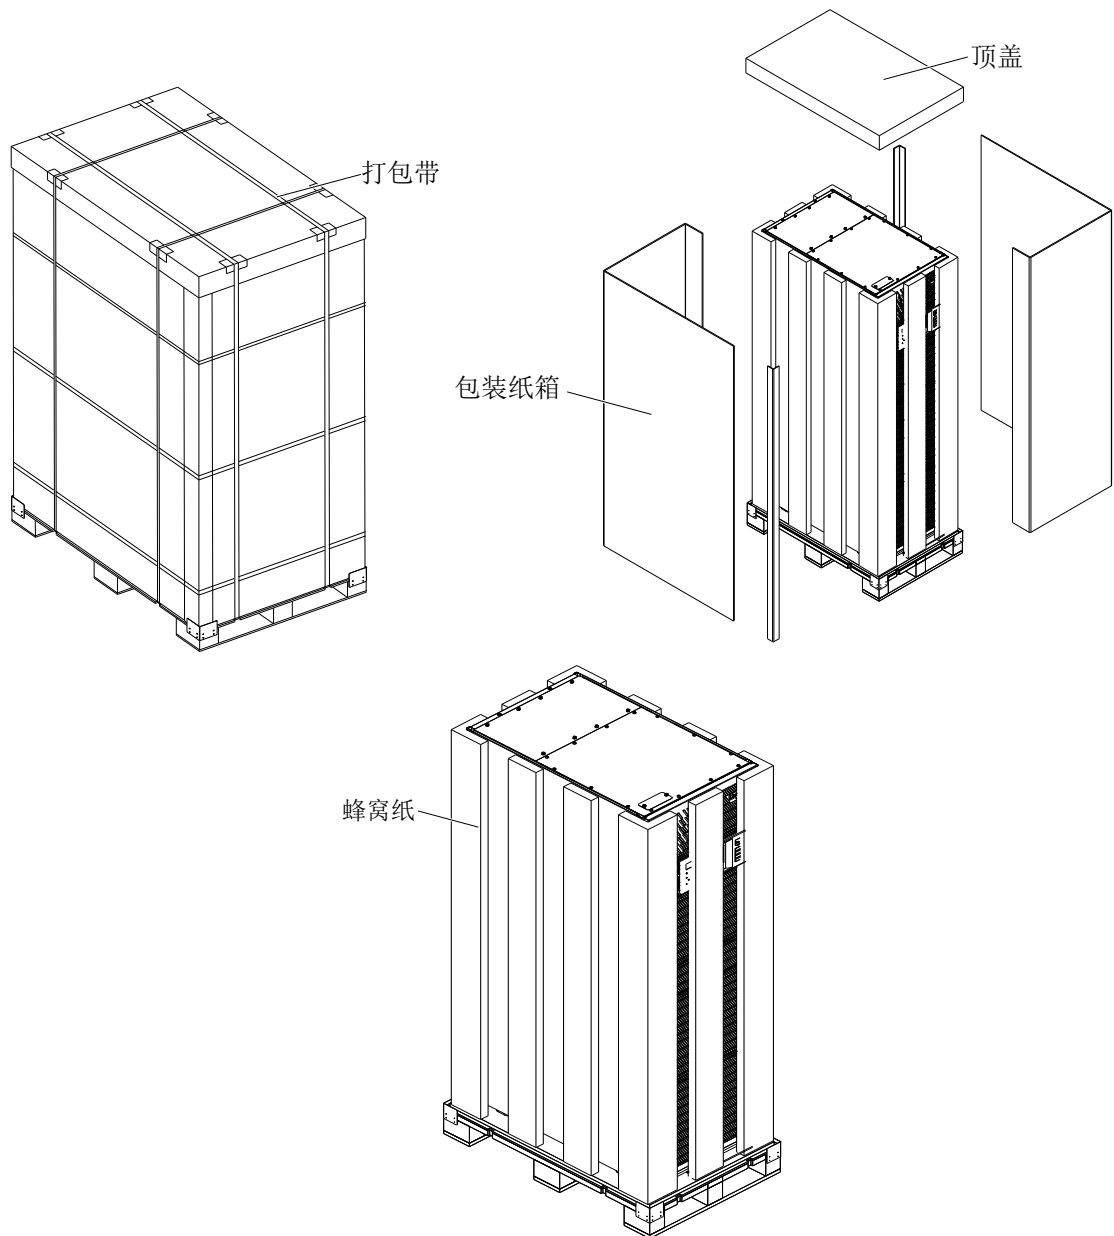

图 2-2 拆除打包带及纸顶盖和包装纸箱，拆掉蜂窝纸板
1. 剪掉打包带。用剪钳剪掉打包带，拆掉纸顶盖和包装纸箱，然后拆除蜂窝纸板。如图 2-2 所示。